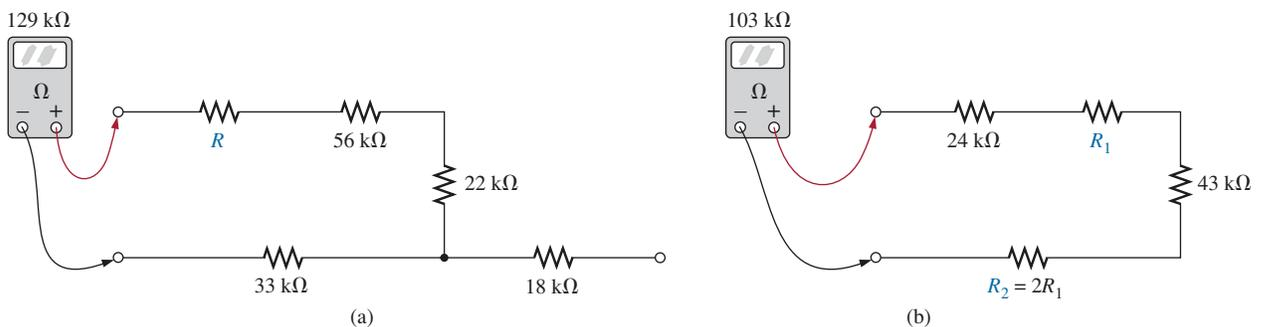

FIG. A4.90
6. Determine la resistencia R , dada la lectura del óhmetro en cada una de las configuraciones de la figura A4.90.